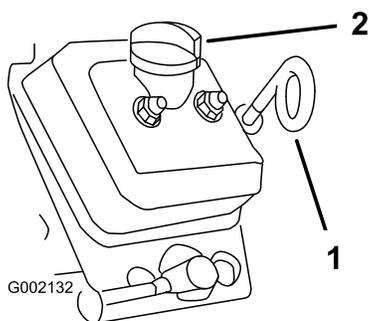

Figure 42
- Nettoyez la surface autour de la jauge d'huile, du bouchon de remplissage et du goulot de remplissage, puis sortez la jauge d'huile (Figure 42).
- Enlevez le bouchon de remplissage et versez l'huile spécifiée dans le goulot de remplissage jusqu'à ce que le niveau atteigne le repère maximum sur la jauge (Figure 42).
- Insérez la jauge au fond du tube de jauge, ressortez-la et contrôlez le niveau d'huile (Figure 42).
- Insérez la jauge dans le tube et remettez le bouchon de remplissage sur le goulot de remplissage jusqu'à ce que la jauge et le bouchon soient bien en place (Figure 42).